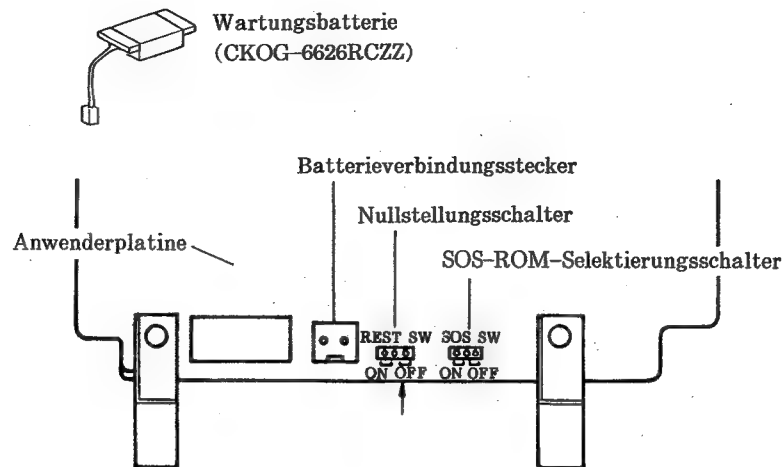
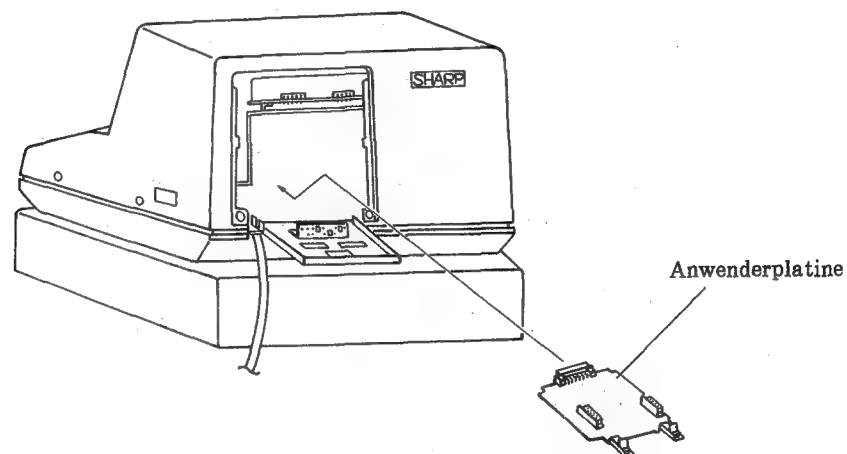
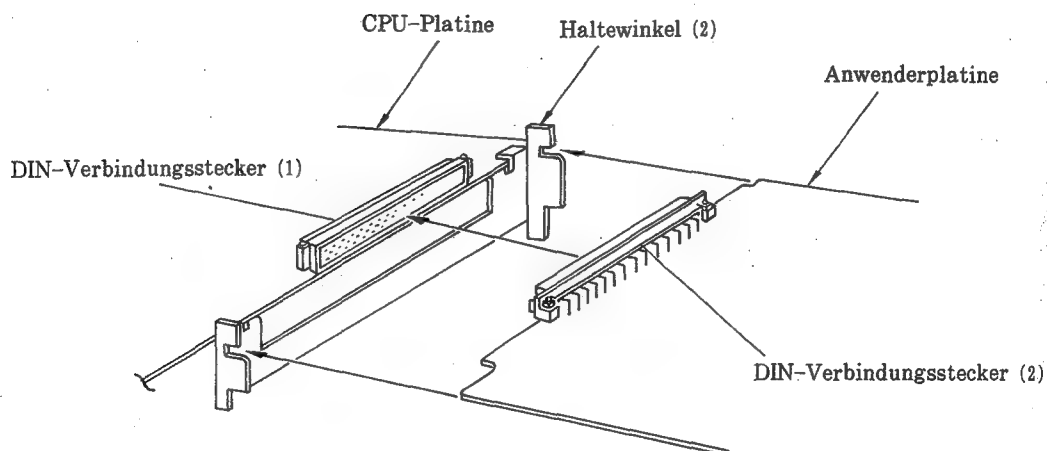

Abb. 3
Abb. 8
Abb. 9
- a) Eine Wartungsbatterie (CKOG-6626RCZZ) an den Batterieverbindungsstecker der Anwenderplatine anschließen (siehe Abb. 3).
- b) Den Nullstellungsschalter auf ON einstellen (siehe Abb. 3).
- (6) Nach dem Anschließen beider Platinen diese überprüfen und wie folgt einstellen: (Für die Schalterpositionen auf die Abb. 3, 5 und 6 Bezug nehmen.)
- (7) Die Anwenderplatine (und die Zusatzspeicherplatine) an der CPU-Platine anbringen.
- a) Die Anwenderplatine in das Gehäuse einsetzen (Abb. 8) und mit dem Haltewinkel (2) an zwei Stellen befestigen (siehe Abb. 9).